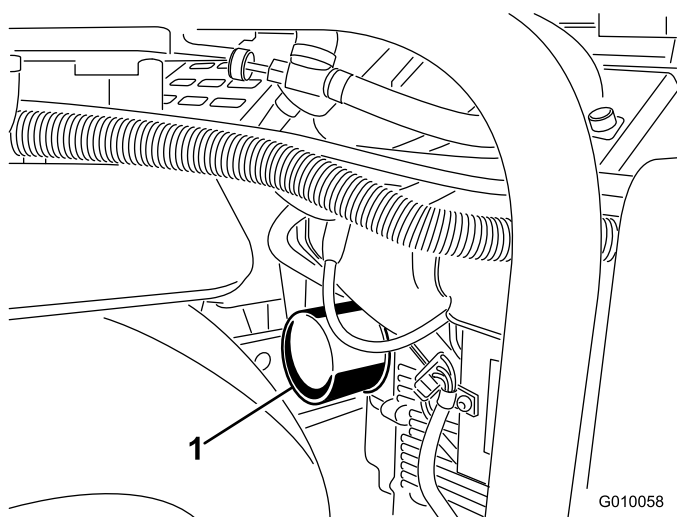
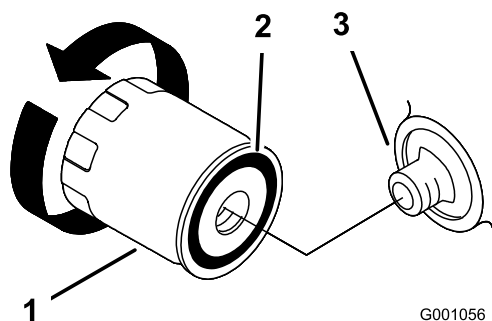

図 48
図 49
6. オイルを受けられるように、フィルタの下に浅い容器を置く(図 48)。
7. オイル・フィルタ(図 48と図 49)を外し、フィルタのアダプタ・ガスケットの表面をきれいに拭く。